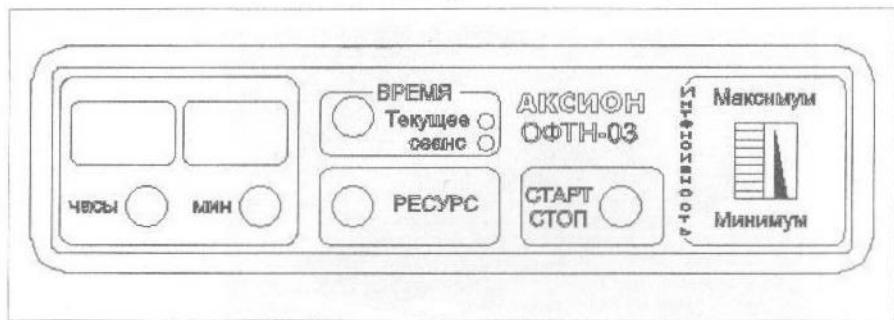

Рисунок 2 - Внешний вид панели управления облучателя
**2.3.5** На панели управления (рисунок 2):